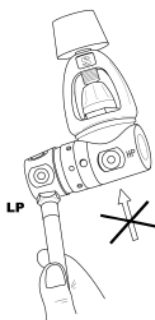

fig. 1
Conectati furtun de presiune joasa (LP) la inflator sau la A.I.R. 2 si la un port LP de la treapta I, **acesta trebuie sa aiba acelasi filet** (fig. 1).